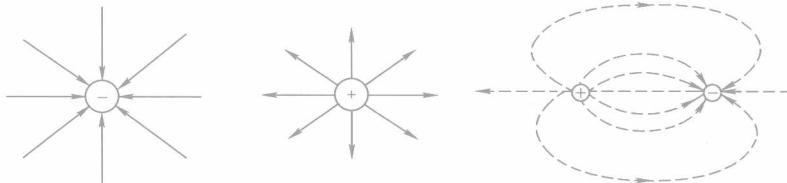

图1-6 几种电场的电场线
电场线是电场中假想的曲线，其线的疏密表征场强的大小。静电场的电场线性质：①不形成闭合回线，也不中断，起自正电荷，止于负电荷。②场强大的地方，电场线密；场强小的地方，电场线疏。③任何两条电场线在无电荷处不相交。几种电场的电场线如图1-6所示。